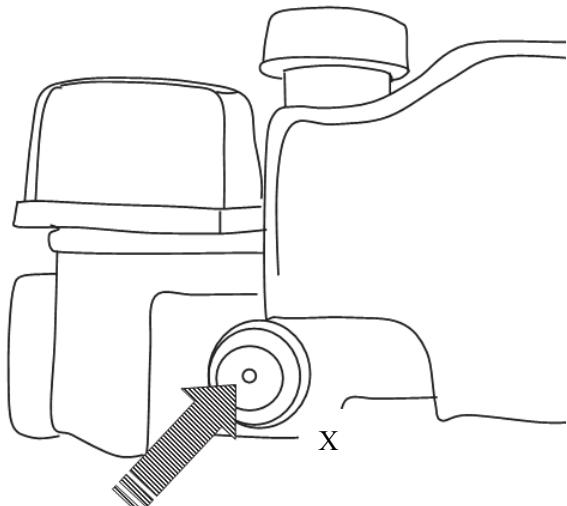

Fig.10
- Premere il primer (X) con forza almeno 3/4 volte (se presente) (Fig. 10).